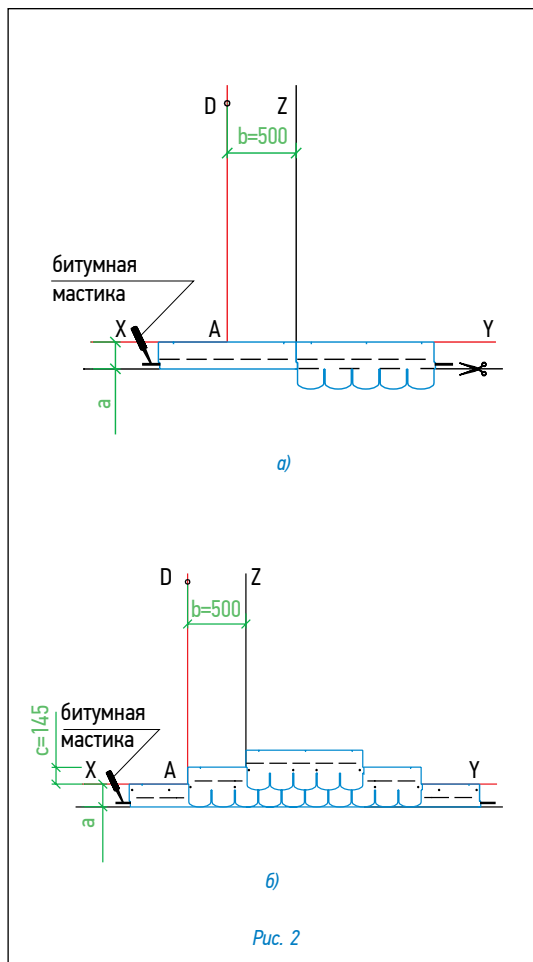

Рис. 2
Укладка материала (рис. 2)
- далее первый ряд черепицы укладывается от линии AD (рис. 2б);
- второй ряд укладывается от линии Z (со смещением 50 см от AD) (рис. 2б);
Каждый лист черепицы крепится 4 гвоздями в штатных местах (ось гвоздей на линии битумных клеевых полос) таким образом, чтобы гвоздь прошивал и верхний край нижележащего листа черепицы (рис. 2б).